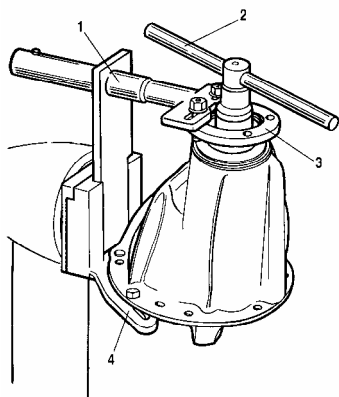

Рис. 3-63. Отвертывание гайки ведущей шестерни:
- переверните картер редуктора горловиной вверх (рис. 3-63) и, придерживая стопором 1 фланец 3 ведущей шестерни, отверните ключом 2 гайку крепления фланца;